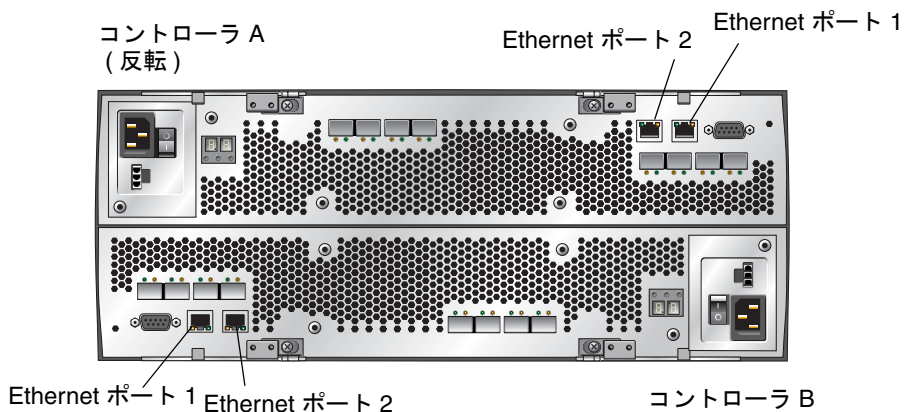

図 3-1 コントローラ A とコントローラ B の Ethernet ポート
管理ホストは、帯域外ネットワークを通じて Sun StorageTek 6540 アレイを直接管理します。この節では、コントローラの Ethernet ポート (図 3-1) と管理ホスト間の接続を設定する方法について説明します。
1. コントローラ A とコントローラ B の Ethernet ポート 1 は、コントローラトレイの背面にあります (図 3-1)。
1. コントローラ A またはコントローラ B の Ethernet ポート 1 は、コントローラトレイの背面にあります (図 3-1)。